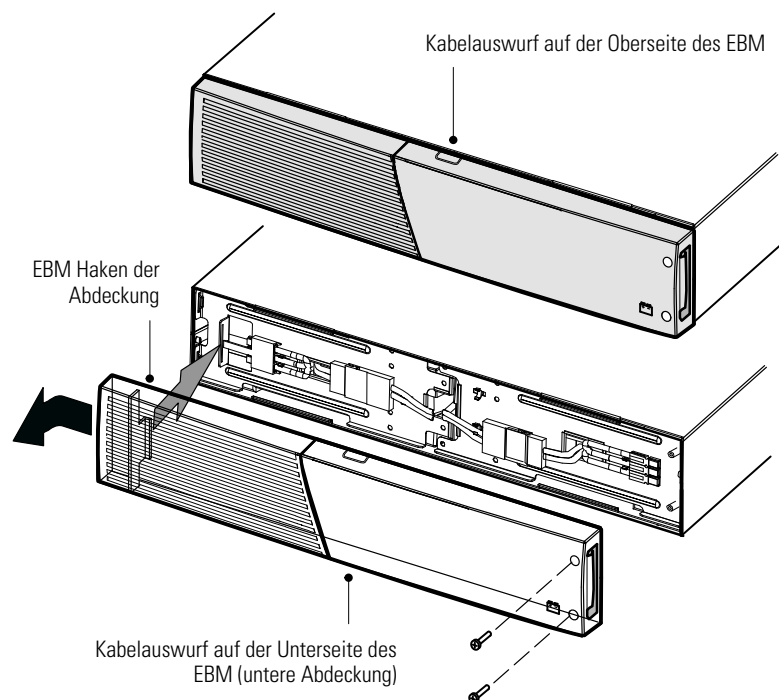

Abbildung 12. Entfernen der EBM Frontplatte
2. Entfernen Sie die Frontblende von jedem einzelnen EBM (siehe Abbildung 12).
3. Bei dem unteren (oder einzigen) EBM, entfernen Sie den Kabelauswurf an der Oberseite der EBM Frontblende. In Abbildung 12 sehen Sie die Lage des oberen Kabelauswurfs.
- Falls Sie mehr als ein EBM installieren, müssen jeweils die oberen **und** unteren Kabelaufwürfe bei jedem Modul entfernt werden. In Abbildung 12 sehen Sie die jeweilige Lage der EBM Kabelaufwürfe.
Um die Blende wieder einzusetzen, stellen Sie sicher, dass die EBM Kabel durch die Kabelaufwürfe geführt sind, dann schieben Sie die Blende von der rechten zur linken Seite bis sie in die Halterung an der linken Seite des EBM Gehäuses einrastet. Bringen Sie die beiden Schrauben an der rechten Seite der Frontblende wieder an. Siehe Abbildung 12 auf Seite 17.